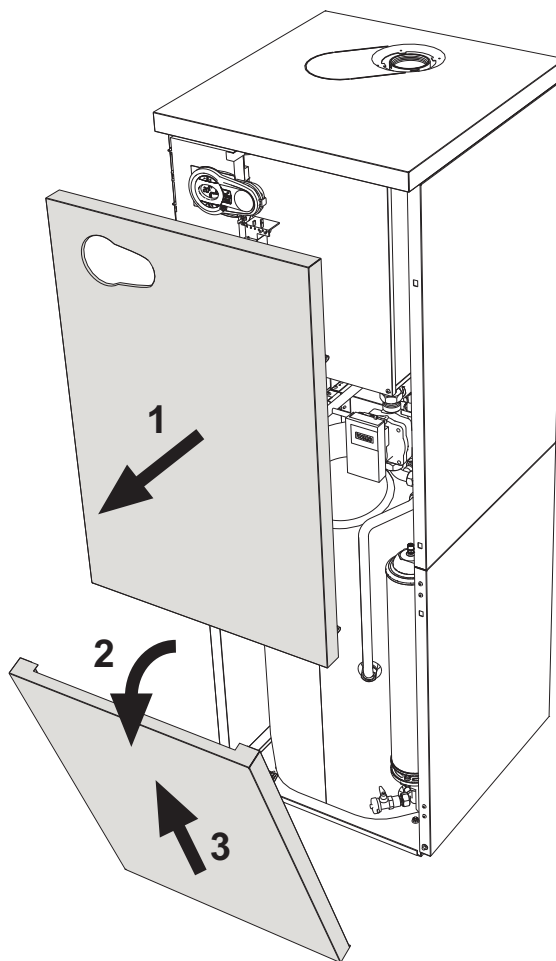

fig. 24 - Ouverture du panneau avant
- Retirer le panneau avant (voir fig. 24).
Pour ouvrir l'enveloppe de la chaudière, tirer vers soi le panneau et le décrocher (voir fig. 24).